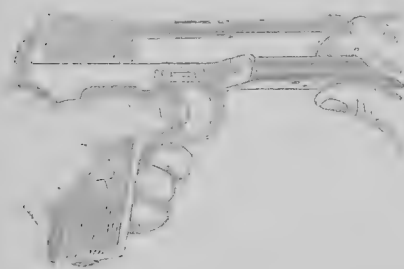

Рис. 74. Как сдвинуть пружину затворной задержки
2) вынуть затворную задержку: взяв пистолет за рукоятку в левую руку, а магазин в правую, выступающим концом крышки магазина сдвинуть назад пружину затворной задержки (рис. 74) и за загнутый выступ пружины отодвинуть ее еще дальше назад, чтобы она освободила ось затворной задержки: при этом пружину совсем не снимать, а оставить на стойке; взяв пистолет в правую руку, надавить указательным пальцем правой руки